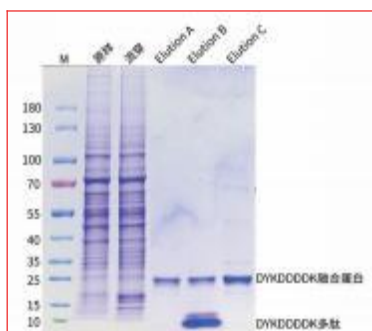

图 3. Magneti-QDYKDDDDK 标签蛋白纯化试剂盒纯化胞内蛋白的 SDS-PAGE 电泳图
- 5) 对洗脱产物进行 SDS-PAGE 电泳，结果请见图 3。